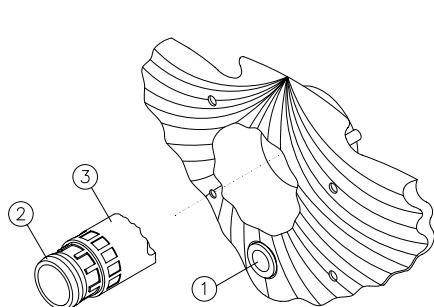

Fig. 9a
Dall'interno della piscina si metter in marcia l'HIDROJET, premendo l'interruttore pneumatico (n.1, Fig. 9a-9b). Con il dispositivo in marcia potremo ottenere una corrente di sola acqua o acqua mescolata con aria; quest'ultima si ottiene manipolando gli ugelli della parte frontale (vedi figura 9a-9b), come indicato qui di seguito:
- Corrente tutta acqua: Otterremo la portata massima di acqua, girando completamente l'ugello interno (n.2, Fig. 9a-9b) a sinistra. Si ridurrà la portata, quindi, girando lo stesso verso destra.
- Corrente acqua con aria: Per regolare o eliminare la quantità di aria, gireremo l'ugello esterno (n.3, Fig.9a-9b) verso destra o sinistra.